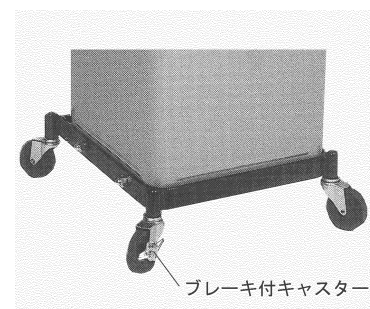

Fig. 8-1
- ① 車両を水平な場所に移動させ、サイドブレーキを引き、制動が充分であることを確認してください。
- ② エンジンのアイドリングを 10～15 分間行い、油温を十分に上げた後エンジンを停止させてください。
- ③ 車両エンジン部脇に本機を移動させ、キャスターブレーキをロックしてください。[Fig. 8-1]
- ④ 車両のレベルゲージ孔に合ったノズルをホースに接続してください。
- ⑤ ノズルをレベルゲージ孔に確実に差し込んでください。
- ⑥ エアバルブが閉じていることを確認して、エアホースを本機に接続してください。
- ⑦ 切替弁のレバーが「吸入」の位置にあることを確認して、エアバルブを開くとエンジンオイルの抜取りを開始します。
- ⑧ オイルパン内のオイルがなくなると、ポンプが空運転を始めますので、オイルパンよりオイルが十分に抜けきっていることを確認して、エアバルブを閉じてください。
- ⑨ エアホースを、本機から取り外して終了です。